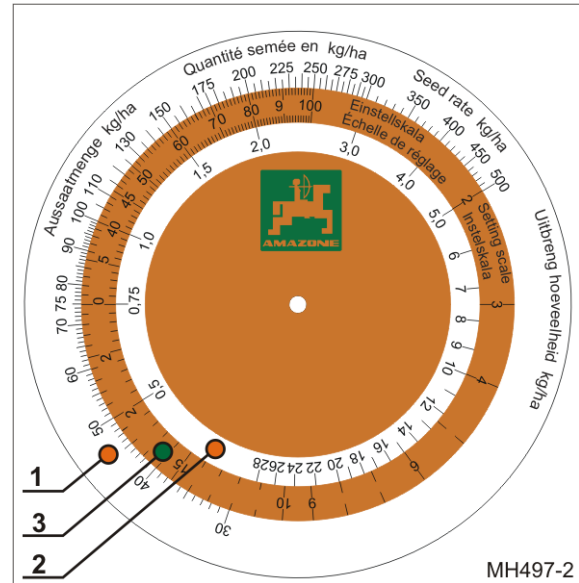

Fig. 70
- o scală albă exterioară (Fig. 70/1) pentru toate cantitățile de însămânțat de peste 30 kg/ha
- o scală albă interioară (Fig. 70/2) pentru toate cantitățile de însămânțat de sub 30 kg/ha
- o scală colorată (Fig. 70/3) cu toate pozițiile cutiei de viteze de la 1 până la 100.
Discul de calcul (Fig. 70) nu este necesar la reglarea electronică a cantității de semințe.